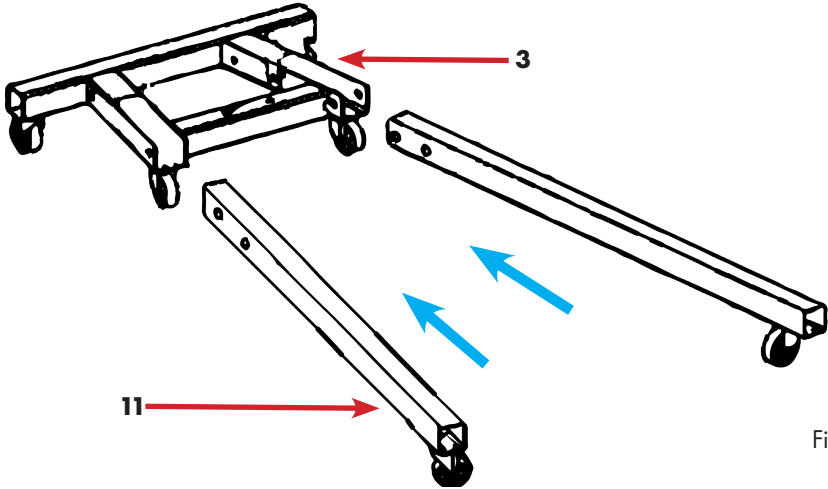

Fig.9
- Far scorrere una gamba di supporto nella rispettiva presa del supporto π fino al finecorsa, Fig.9.